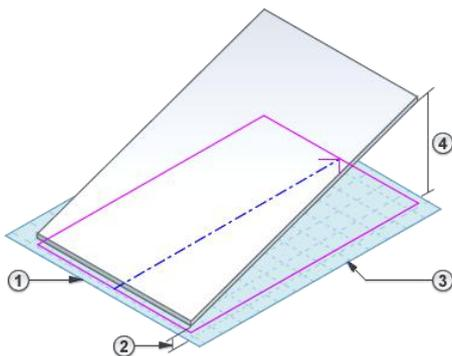

图 4-13 各参数的定位
若选择“尾高”：“最低处标高”^①、“尾高度偏移”^②、“最高处标高”^③（楼板坡度终点所处的楼层）和“头高度偏移”^④（楼板坡度终点标高距所在楼层标高的差值）（图 4-13）。单击“√完成编辑模式”。